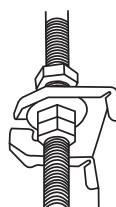

Fig. 5.18
- Monte la unidad interior. Necesitará dos personas para levantarla y asegurarla. Inserte los ganchos de la unidad. Ajuste utilizando arandelas y tuercas (Ver Fig. 5.18)